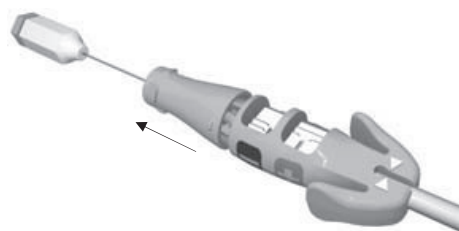

図6: 固定つまみのロックが解除された状態
- ⑤ リードが目標とする位置に固定されたら、リードの近位端とEZ-4コネクタツールを持ち、コネクタピンに対する固定つまみのロックを解除する(図6)。